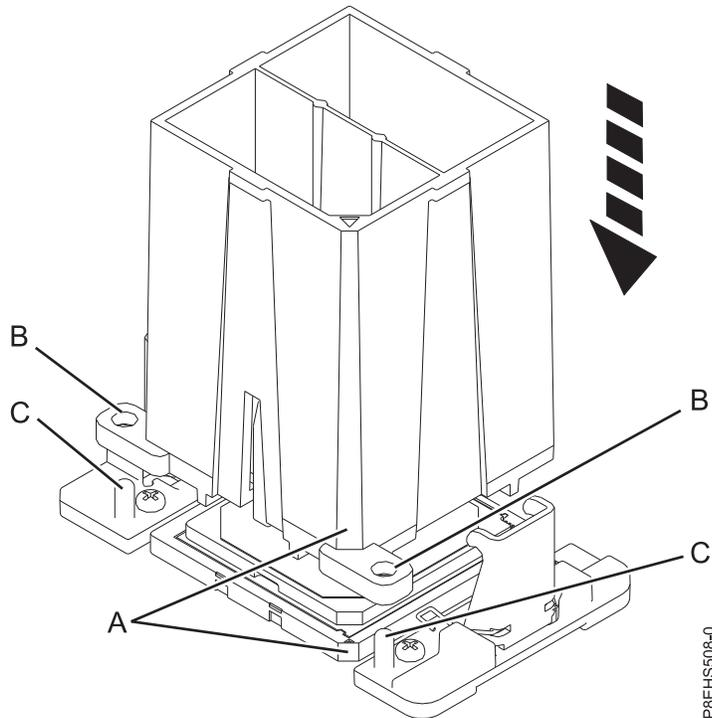

Figura 74. Bajar la herramienta de extracción en el módulo del procesador del sistema
- a. Utilizando la herramienta de extracción proporcionada (número de pieza 01AF101), alinee la esquina biselada **(A)** de la herramienta con la esquina biselada del módulo del procesador del sistema tal como se indica en Figura 74 en la página 68.